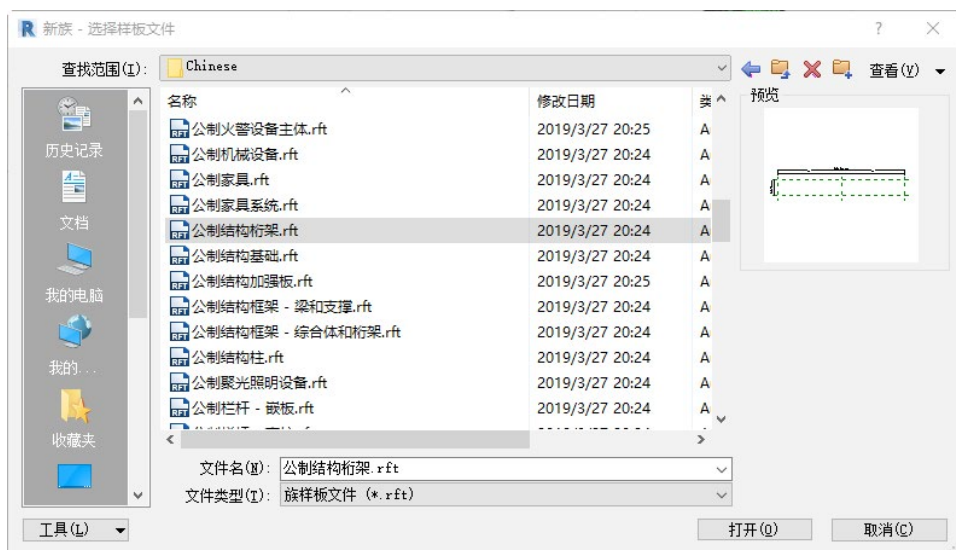

图 7-7 “新族 - 选择样板文件”对话框
(1) 在主页界面中单击“族”→“新建”或单击“文件”程序菜单→“族”→“新建”命令，打开“新族 - 选择样板文件”对话框，选择“公制结构桁架.rft”为样板族，如图 7-7 所示，单击“打开”按钮进入族编辑器。